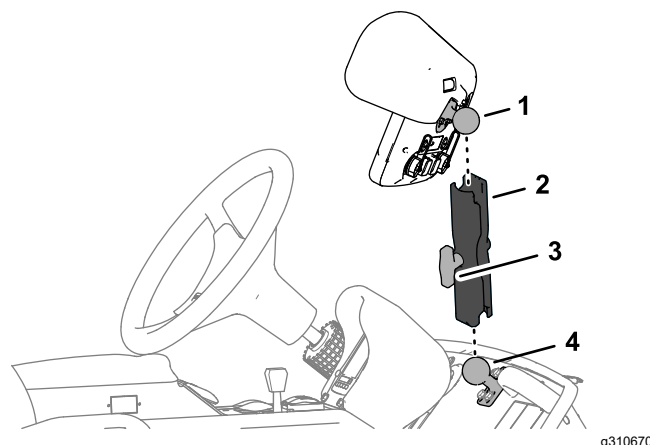

Рисунок 137
оба шаровых шарнира – для крепления стойки к задней части монитора и к приборной панели (Рисунок 137).
- Находясь на сиденье водителя (левом сиденье), отрегулируйте положение монитора опрыскивателя так, чтобы было хорошо видно экран дисплея (Рисунок 137).
- Затяните ручку стойки монитора от руки (Рисунок 137).